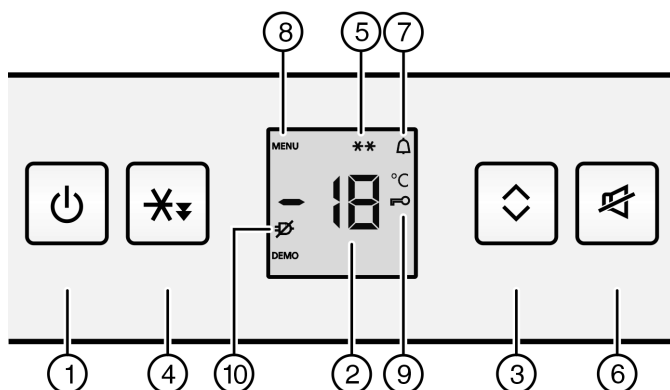

Fig. 2
- Appuyez sur la touche marche/arrêt Fig. 2 (1).
- ▷ Le symbole Menu Fig. 2 (8) est allumé.
- ▷ Le symbole Sécurité enfants Fig. 2 (9) est allumé. L'affichage **c** clignote.
- ▷ Le symbole Sécurité enfants Fig. 2 (9) s'éteint. L'affichage **c** clignote.
- ▶ Désactiver le mode de réglage : appuyer sur la touche On/Off Fig. 2 (1).
- ▶ Appuyer sur la touche Alarme Fig. 2 (6).
L'affichage de la température clignote en même temps que le symbole Alarme Fig. 2 (7).
Le signal sonore s'arrête automatiquement, le symbole Alarme Fig. 2 (7) s'éteint et l'affichage de la température cesse de clignoter lorsque la température redevient suffisamment froide.